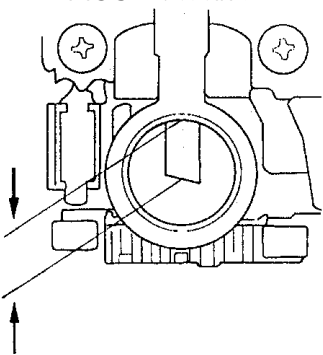

图 9-55 测量电刷长度
15) 检测交流发电机电刷，如图 9-55 所示。使用游标卡尺测量两个电刷的长度。如果任何一个电刷的长度短于维修极限，都应更换后壳体总成。如果电刷长度符合要求，则转到第 16) 步。交流发电机电刷长度，标准值为：19mm。维修极限值：5mm。